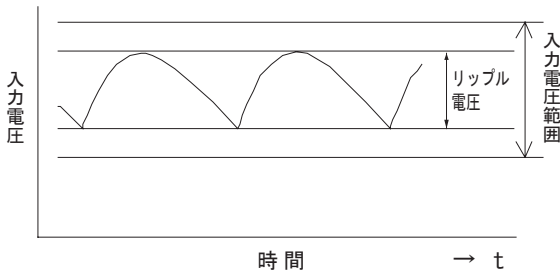

図3.1 入力電圧のリップル
■入力電圧に含まれるリップル電圧 (図3.1) は、以下のようにご使用ください。この値が大きいと出力リップル電圧が大きくなります。